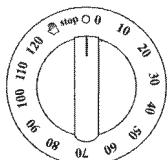

Fig. 10
PROGRAMMATORE FINE COTTURA (fig. 10)
- mediante l'inserimento di un tubo di gomma conforme alle norme UNI-CIG 7140. Tale tubo va innestato direttamente sul portagomma, relativo al gas utilizzato, e bloccato con una fascetta (F) conforme alle norme UNI-CIG 7141. In quest'ultimo caso controllare la data di scadenza del tubo stampigliata e sostituirlo prima di tali data (fig. 10).